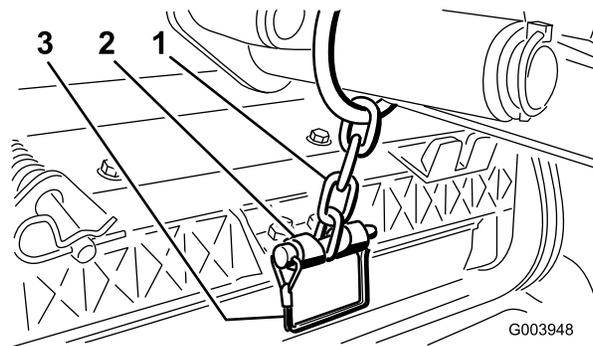

Figura 12
12. Fissate la catena del braccio di sollevamento alla staffa della catena, usando il perno di ritenuta (Figura 12). Utilizzate il numero di maglie della catena riportato nel *Manuale dell'operatore* degli elementi di taglio.